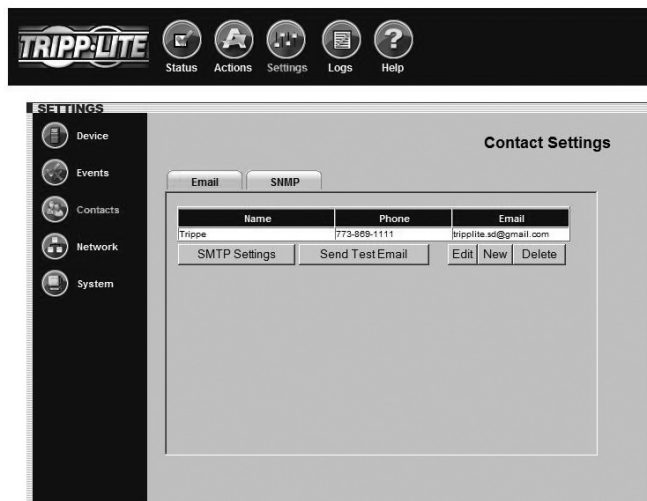

Figure 3-14: Onglet Réglages > Contacts > Courriel
- « **Contact Notification** » (Notification de contact) –Envoie un courriel à/ aux l'adresse(s) électronique(s) sur votre liste de contacts. (Exige qu'un contact par courriel soit établi. Voir **Figure 3.14 Réglages > Contacts**.)
L'onglet « Email » (Courriel) (Figure 3-14) présente un tableau de contacts par courriel. Avant que votre SNMPWEBCARD puisse envoyer des notifications par courrier électronique, vous devez entrer les renseignements du serveur de courrier électronique et ajouter au moins un contact par courrier électronique. Cliquez sur le bouton « SMTP Settings » (Réglages SMTP) pour entrer les réglages pour votre serveur de courrier électronique. Si vous ne connaissez pas les réglages exacts, contactez l'administrateur de votre réseau. Ajoutez un nouveau contact par courrier électronique en cliquant sur le bouton « New » (Nouveau) en entrant les renseignements demandés puis en sauvegardant. Testez vos réglages en surlignant/sélectionnant un contact courriel puis cliquez sur le bouton « Send Test Email » (Envoyer courriel test).